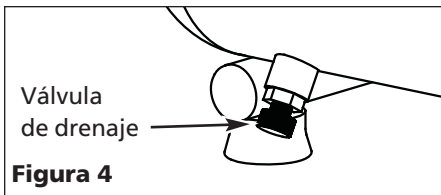

Figura 4
2. Apague el compresor y libere toda la presión, después: Abra la llave de drenaje, ubicada debajo del tanque, para drenarle toda la humedad (Figura 4).